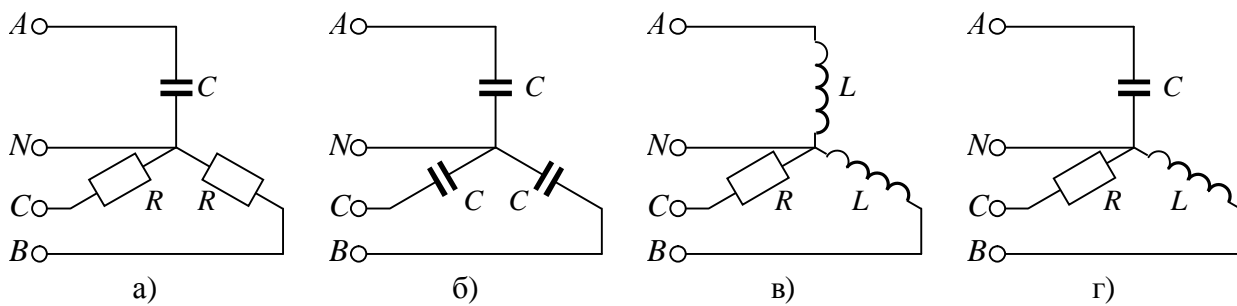

Рис. 4.19
**4.34.** На рис. 4.19, *a – г* подано схеми приймачів електричної енергії. Пояснити, чи буде струм у нейтральному проводі кожної з поданих схем, побудувати векторні діаграми струмів і напруг у загальному вигляді, припускаючи, що значення повних опорів у всіх фазах однакові.
**4.36.** у трифазну чотирипровідну мережу з діючим значенням лінійної напруги 380 В та частотою 50 Гц увімкнено навантаження, з'єднане за схемою рис. 4.19, *г*, де  $R_C = X_A = X_B = 176 \text{ Ом}$ . Знайти повну споживану потужність навантаження і струм у нейтральному проводі, а також значення ємності й індуктивності навантаження.
**4.38.** У трифазну чотирипровідну мережу з діючим значенням лінійної напруги 200 В та частотою 50 Гц ввімкнено приймач енергії відповідно до схеми, поданої на рис. 4.19, *a*, де  $R = 25 \text{ Ом}$ ,  $C = 53 \text{ мкФ}$ . Обчислити діючі значення струмів і напруг у фазах, повну, активну й реактивну потужності, побудувати векторну діаграму струмів і напруг та визначити струм у нейтральному проводі.